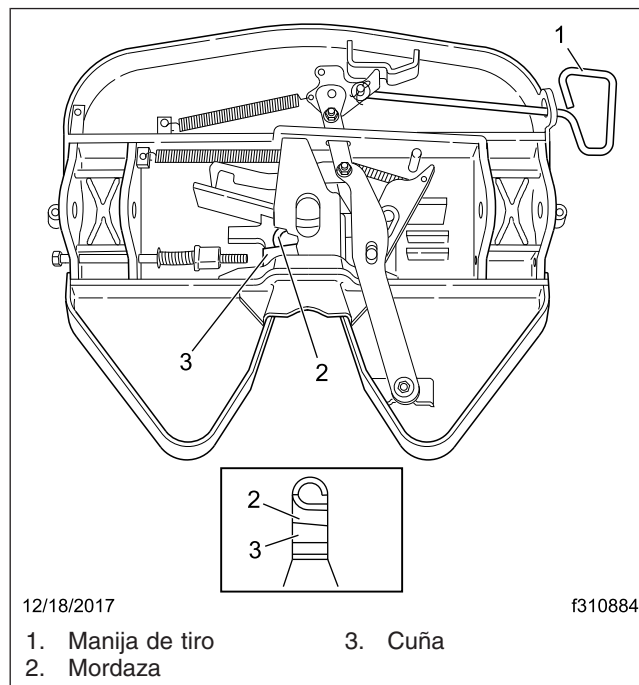

Figura 8, Quinta rueda Fontaine
3. Lubrique la quinta rueda antes de abrirla y cerrarla. Separe la mordaza y la cuña con un destornillador y engrase todo el largo de sus superficies de contacto. Lubrique las superficies de contacto superior e inferior de la mordaza y de la cuña. Vea la **Figura 8**. Abra y cierre la quinta rueda varias veces para distribuir aún más la grasa.